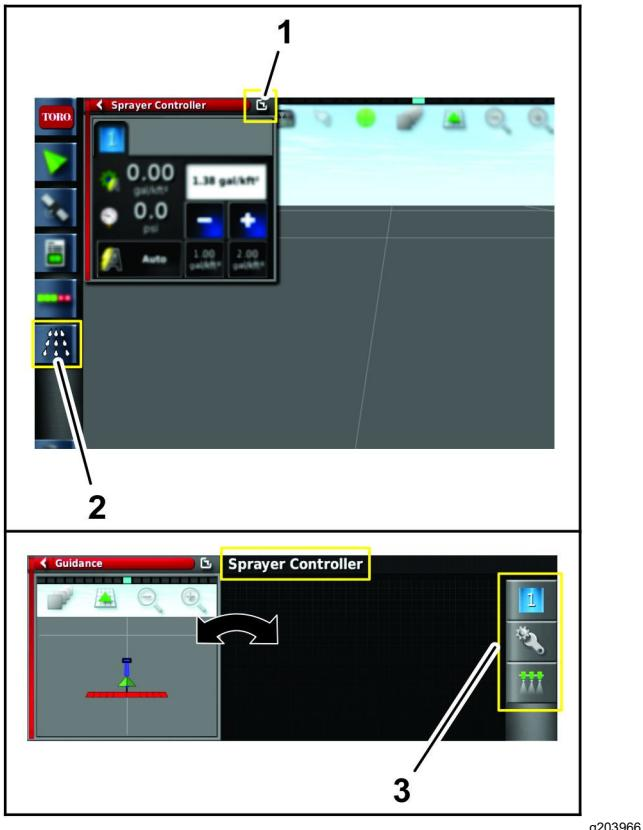

Figura 95
- C. Pressione o ícone de comando do pulverizador (Figura 95).
E. Pressione o ícone configuração no submenu de comando do pulverizador para exibir o menu de configuração (Figura 95).
2. Pressione o ícone de Janela do interruptor para regressar ao menu do controlador do pulverizador (Figura 95).